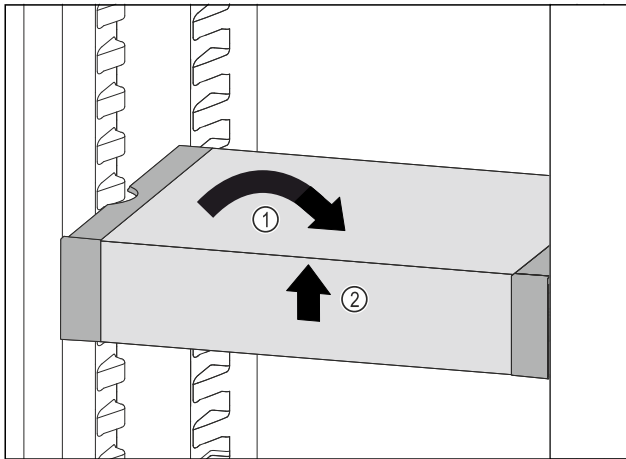

Fig. 64
- VarioSafe gerade stellen. Fig. 64 (1)
- VarioSafe vorne anheben. Fig. 64 (2)